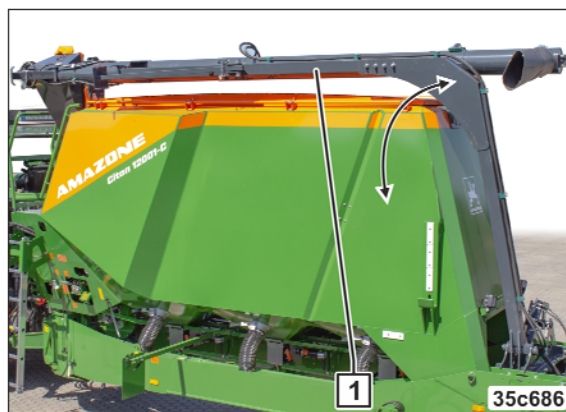

Bild 243
1. Fäll påfyllningsskruven (Bild 243/1) till arbetspositionen.